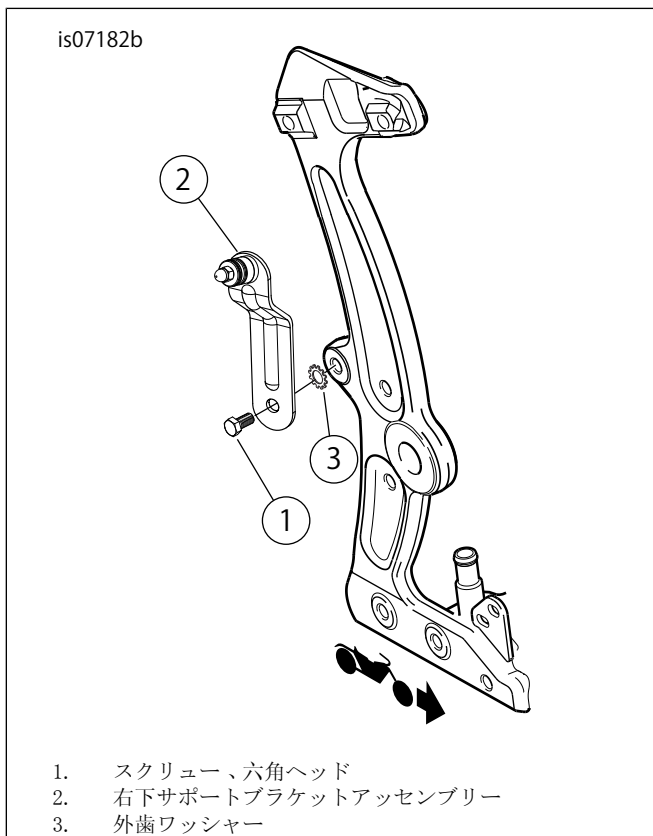

図6. 右下サポートブラケットアセンブリー
4. FLSモデル:「図6」を参照してください。六角ヘッドスクリューとロックワッシャーで、右ロアサポートブラケットをフレームに取り付けます。スクリューを16.3-24.4 N・m (12-18 ft-lbs)のトルク値で締め付けます。